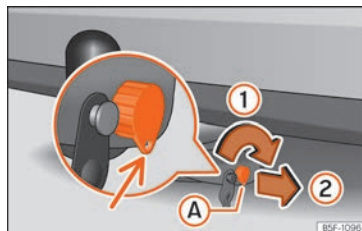

**Fig. 268** Bloccare la serratura
- Girare la chiave (A) nel senso della freccia (1) finché la parte bucata della chiave non raggiunge la sua posizione inferiore » fig. 268.